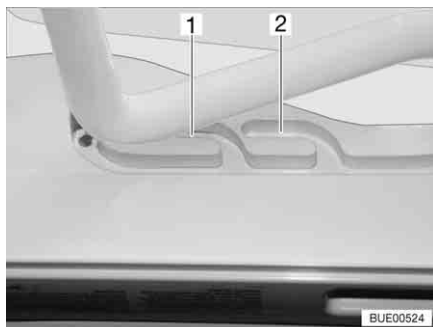
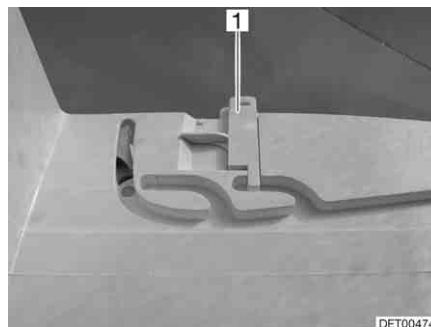

Bild 65 Heki-takluckan i ventilationsläge
Bild 66 Lås ventilationsläge
Heki-takluckan kan ställas i två ventilationslägen: Läget för dåligt väder (Bild 65,1) och mittläget (Bild 65,2). Beroende på modell kan takluckan låsas i mittläget med de båda spärrarna (Bild 66,1) till höger och vänster om ramen till takluckan.
- Tryck bygel lätt uppåt och skjut in den i det valda spåret (Bild 65,1 eller 2) och lås eventuellt.